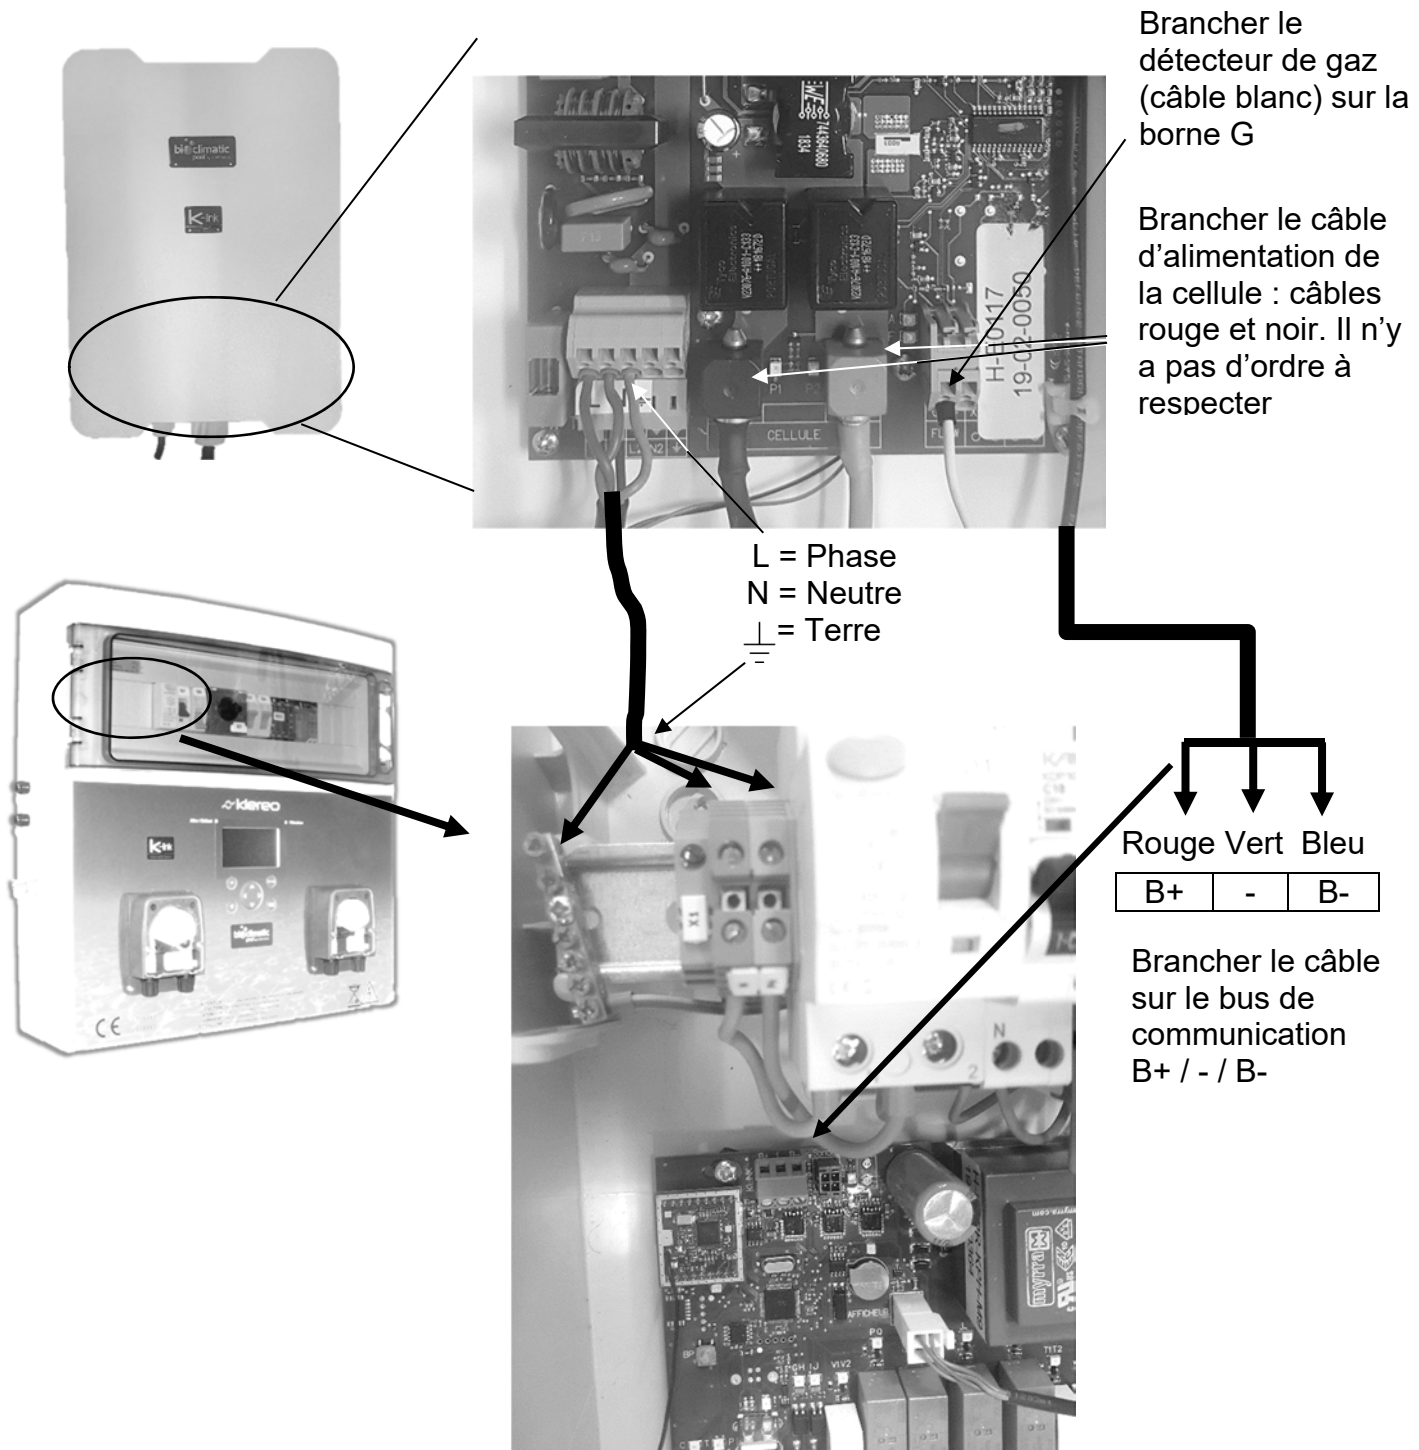

Figure 39. Raccordement de l'électrolyseur Hybride Klereo 3
- 1- Appuyer sur le bouton orange (bouton appairage comme indiqué sur la figure 39) de la carte de l'électrolyseur jusqu'à ce que la LED 2 de celle-ci clignote rapidement.
- 3- Faire un appui bref sur le bouton orange (bouton appairage comme indiqué sur la figure 39) de la centrale Kompact +, la LED se met à clignoter rapidement.